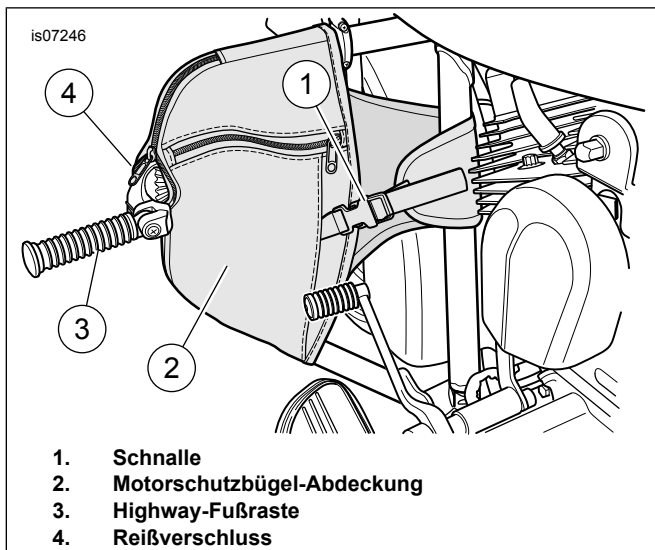

Abbildung 1. Motorschutzbügel-Abdeckung
1. Siehe Abbildung 1. Die Motorschutzbügel-Abdeckungen (2) für die linke Seite ausfindig machen. „Bar and Shield“ sollten nach vorne gerichtet sein und die Öffnung der Motorschutzbügel-Abdeckung muss sich auf der rechten Seite befinden.
3. Der Reißverschluss (4) am äußeren Rand der Motorschutzbügel-Abdeckung ermöglicht, dass die Motorschutzbügel-Abdeckung sich an die Highway-Fußrasten (3) anpasst.